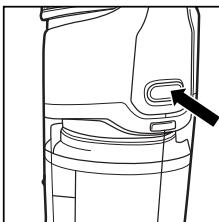

Fig. 1
1. Poussez sur le loquet du réservoir à poussière pour retirer le réservoir de l'aspirateur (Fig. 1).